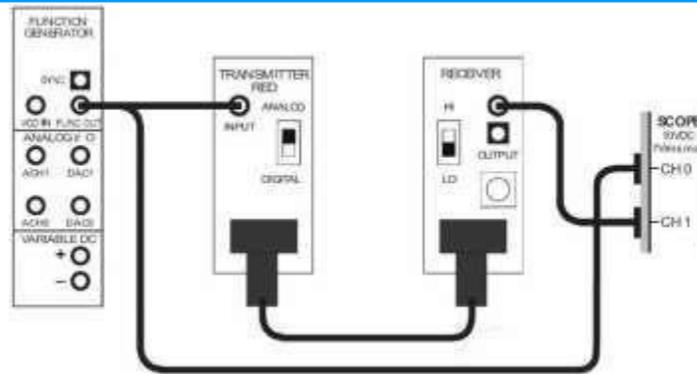

Figura 4.
5. Conectar la salida del generador de funciones a la entrada del transmisor rojo, conectar el receptor y el transmisor con un puente óptico, conectar el osciloscopio para observar la entrada y la salida como se muestra en la figura 4.